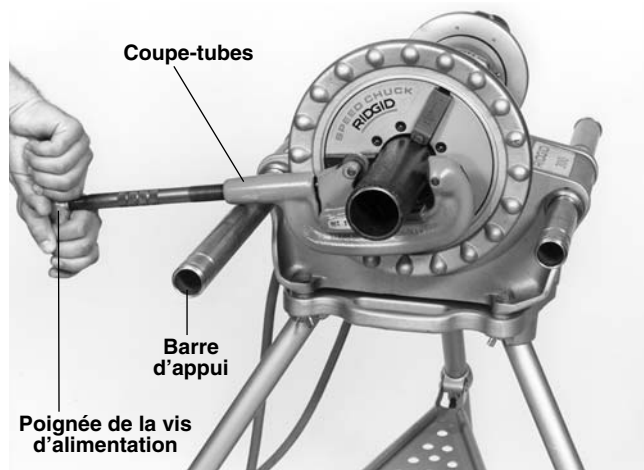

Figure 5 – Coupe des tuyaux à l'aide d'un coupe-tubes à main
2. Alignez les galets de coupe sur le repère de coupe du tuyau et reposez le bâtis du coupe-tubes sur la barre d'appui côté gauche (*Figure 5*). Serrez le coupe-tubes manuellement contre le tuyau en tournant la poignée de la vis d'alimentation, tout en gardant les galets de coupe alignés sur le repère.
5. Prenez la poignée de la vis d'alimentation du coupe-tubes des deux mains (*Figure 5*) et tenez la pédale de commande appuyée avec votre pied gauche.